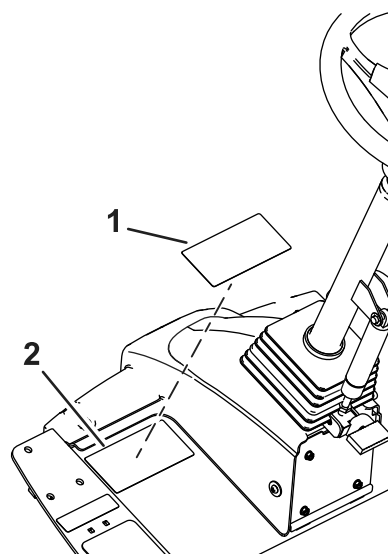

Figura 8
1. Utilice alcohol y un trapo limpio para limpiar la superficie de la calcomanía de advertencia, y deje que la calcomanía se seque (Figura 8).